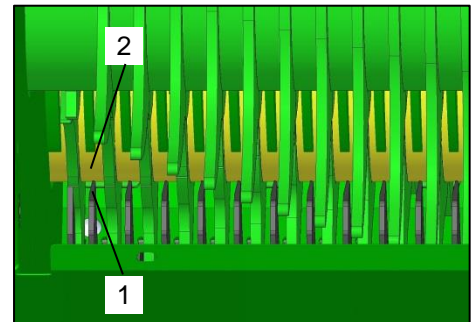

Bild 127: Abstandsmaß kontrollieren
- Messen Sie im Förderkanal auf der linken Seite den Abstand zwischen Messer (Bild 1 / Pos. 1) und Rotortrommel (Bild 127 / Pos. 2).
- Messen Sie im Förderkanal auf der rechten Seite den Abstand zwischen Messer (Bild 127 / Pos. 1) und Rotortrommel (Bild 127 / Pos. 2).